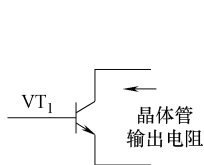

图 11-90 晶体管输出电阻示意图
1) 晶体管输出电阻。晶体管的输出电阻是从晶体管输出端向晶体管内部看时的等效电阻, 如图 11-90 所示, 这时没有任何的晶体管直流偏置电阻。